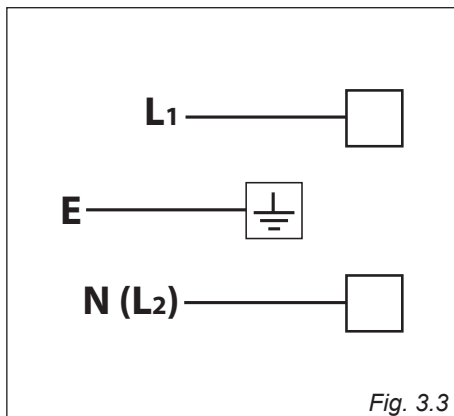

Fig. 3.3
- Anslut fas, noll och jord som visas på anslutningsdiagrammet Fig. 3.3.